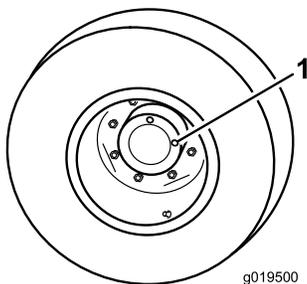

Figure 63
1. Amenez la machine sur une surface plane et horizontale, tournez la roue de sorte qu'un bouchon de contrôle (Figure 63) soit à la position 12 heures et l'autre à la position 3 heures.
1. Bouchon de contrôle (2)
2. Retirez le bouchon qui est à la position 3 heures (Figure 63). Le niveau d'huile doit atteindre le bas de l'orifice de contrôle.